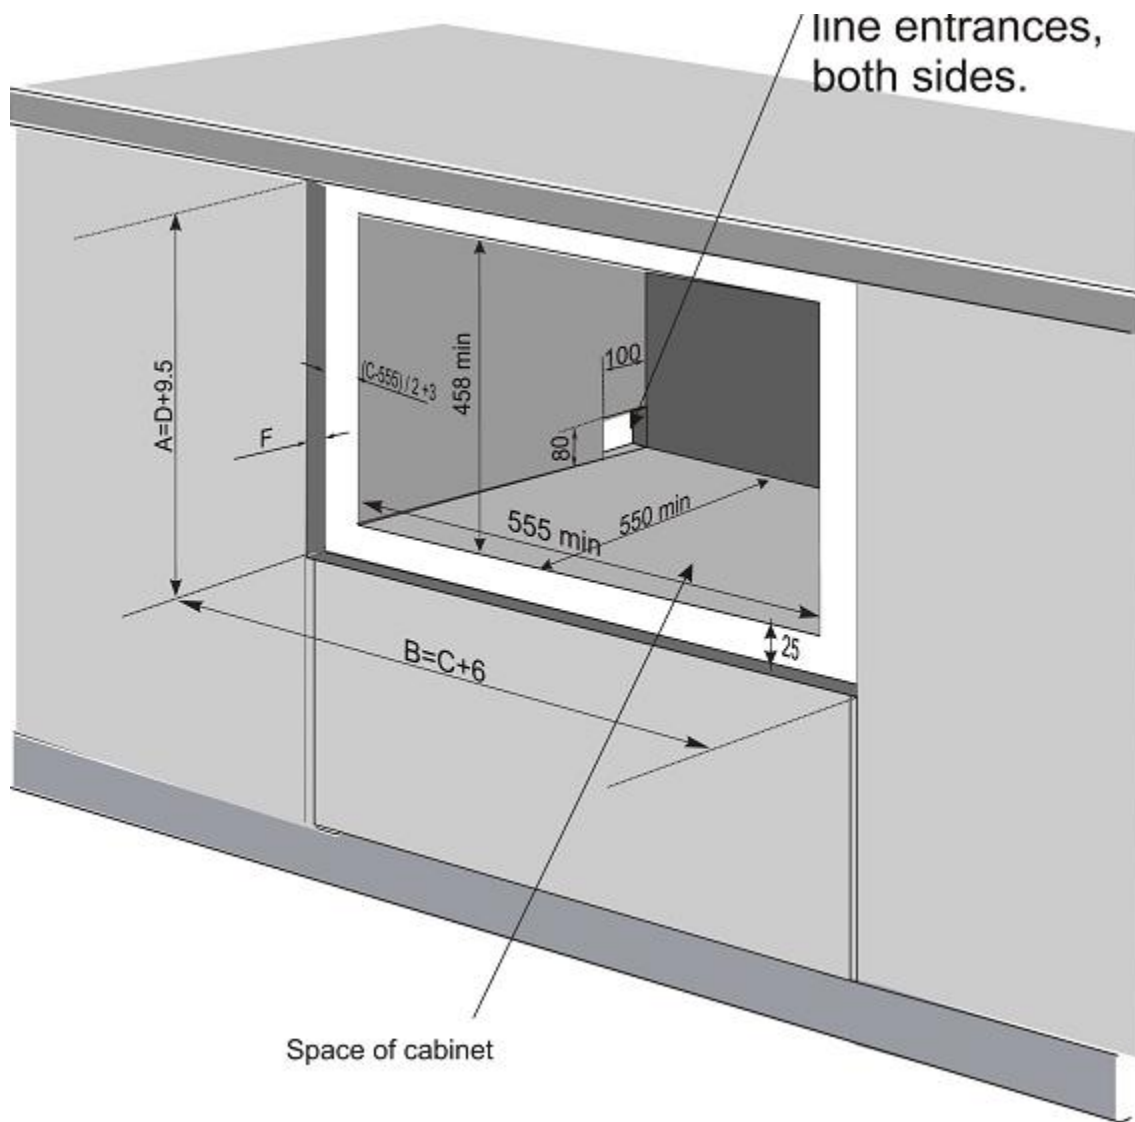

РИСУНОК 2
2. Если планируется установить посудомоечную машину в углу кухонной стойки, необходимо оставить небольшое пространство для открытия дверцы (рис. 2).
С, D, E – см рис.2